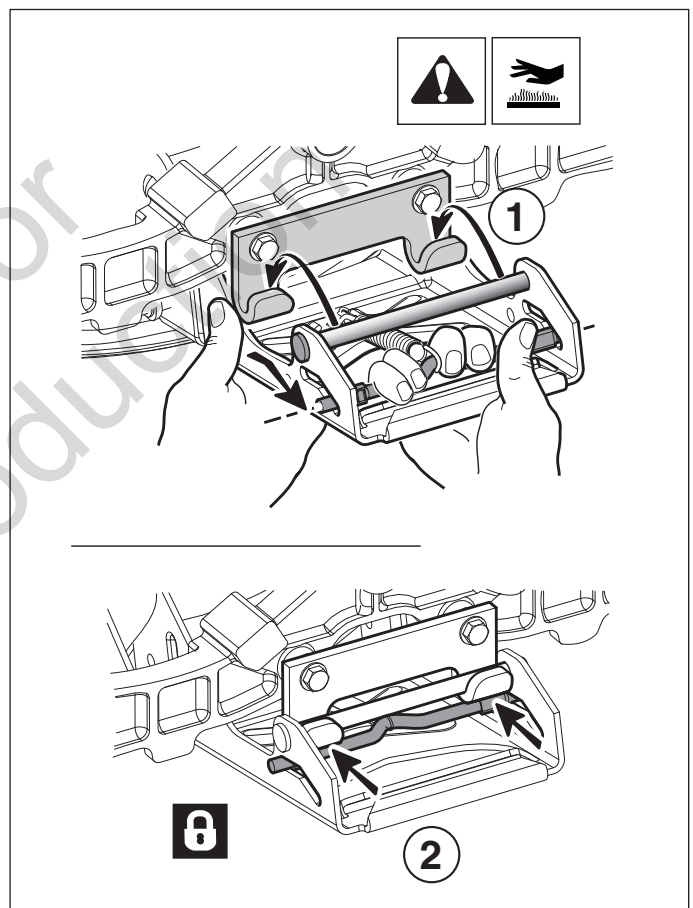

Figura 22
3. Gire las ruedas hacia adelante. Tire hacia atrás de la palanca a resorte e instale el enganche del cortacésped en las abrazaderas de enganche del tractor (ver 1-2, Figura 22).